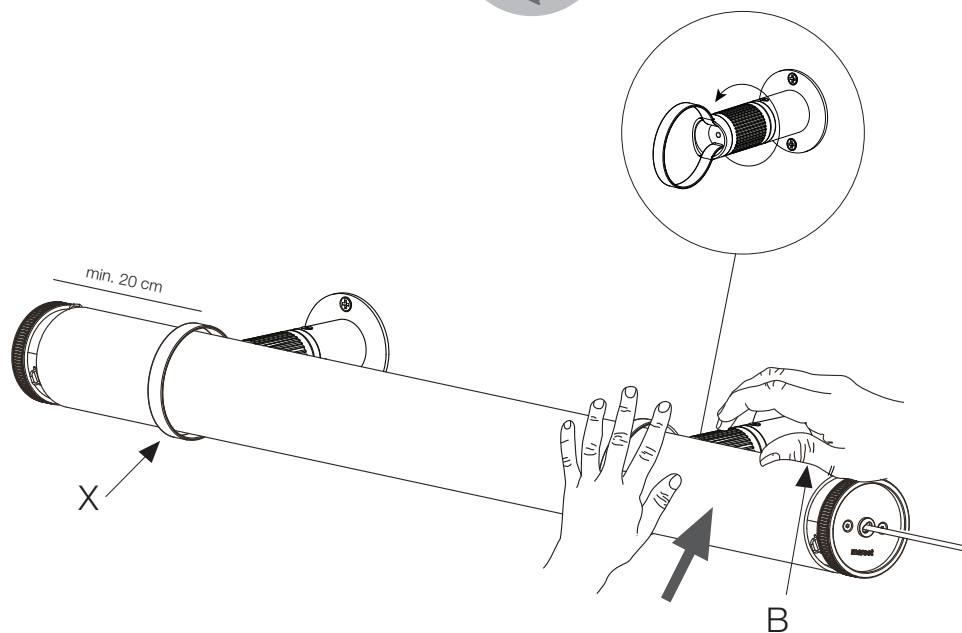

Fig 5.1.
5.1. With one hand, press strap (X) as shown in figure 5.1., and with the other hand screw the knurled cylinder until the glass tube is securely fastened.
5.1. D'une main, appuyez sur l'anneau (X) comme indiqué sur la figure 5.1. et de l'autre, vissez le cylindre moleté jusqu'à ce que le tube de verre soit solidement fixé.
5.1. Den Bügel (X) wie in Abbildung 5.1. dargestellt mit einer Hand zusammendrücken und mit der anderen Hand den gerändelten Zylinder festschrauben, bis das Glasrohr sicher befestigt ist.